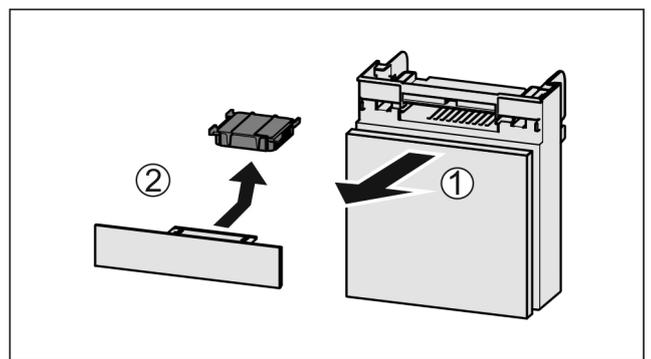

Fig. 128
- ▶ Fach nach vorne herausziehen Fig. 128 (1).
- ▶ Aktivkohlefilter entnehmen Fig. 128 (2).